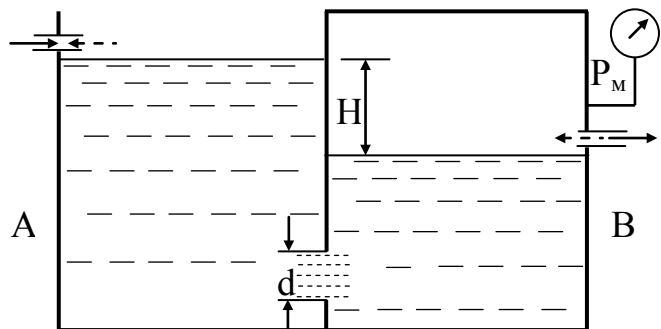

Рисунок 11.4
**11.2.5** В двох посудинах А і В знаходиться вода з температурою  $t$  (рис. 11.4). Визначити в якому напрямку буде рухатись вода між посудинами та у якій кількості, якщо манометр в посудині В має показання  $P_m$ , а різниця рівнів між посудинами  $H = \text{const}$ . Посудини мають ста-